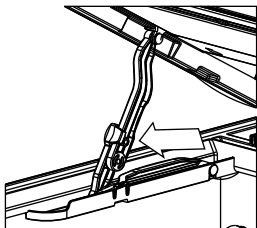

図23：ボトムレグの引っ掛かりを外す
16. フィルターへのアクセスを容易にするため、フード部分はほぼ垂直状態まで大きく開けることが可能です。フードサポート溝にあるフードサポートのボトムレグをノーマルポジションから引き出すために、図23に示すようにミドルレグを外側に押します。フードを片手で支えながらもう片側も同じ操作を行います。そして、フードをほぼ垂直に持ち上げます。